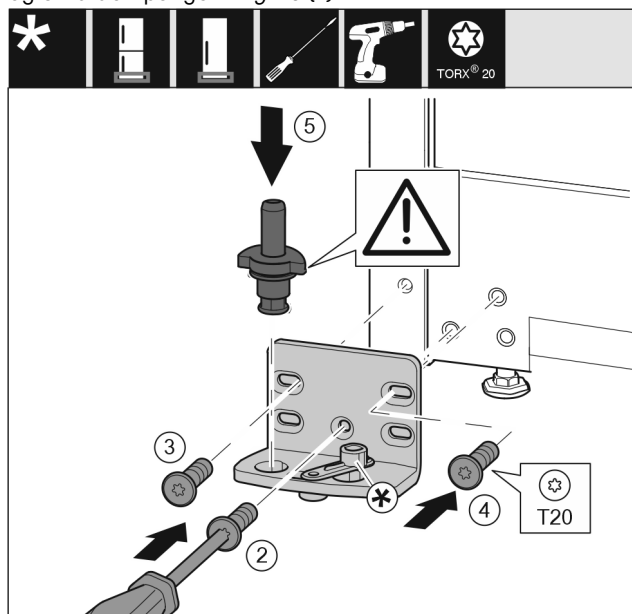

Fig. 14
- ▶ Sæt hængselkonsollen på i den anden side, og skru den fast med en skruetrækker T20. Begynd med skruen 2 forinden i midten. Fig. 14 (2)
- ▶ Stram skrueene 3 og 4. Fig. 14 (3,4)
- ▶ Sæt hængselbolten helt i. Sørg i den forbindelse for, at låsekammen vender bagud. Fig. 14 (5)